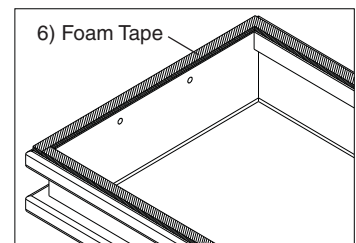

Fig 6
7. Replace wireway cover under tabs on one side of fixture housing. Make sure wires are not pinched between fixture housing and wireway cover. Secure ends of wireway cover with screws (4).
8. To install Foam Tape(6), place Diffuser Frame (5) on flat surface with diffuser side down. Peel backing from tape (6) to expose adhesive. Start applying tape at corner and proceed around perimeter of frame (5). Cut off any excess material- **See Fig.6**
7. Vuelva a colocar la cubierta de cable en fichas en un lado del cuerpo del aparato. Haga cables no esten apretados entre la caja del accesorio y la cubierta de cable. Asegure los extremos de la cubierta de cable con los tornillos (4).
8. Para instalar la cinta de espuma (6), coloque el marco del difusor (5) sobre una superficie plana con el difusor hacia abajo. Despegue la parte posterior de la cinta (6) para exponer el adhesivo. Empiece a aplicar la cinta en la esquina y proceda alrededor del perímetro del marco (5). Corte todo el material excedente, **Vea Fig 6.**
7. Remplacez le couvercle de chemin de câbles dans des onglets sur un côté du boîtier du luminaire. Faire que les fils ne sont pas coincés entre le boîtier de fixation et le couvercle chemin de câbles. Assurer les extrémités de la couverture chemin de câbles avec des vis (4).
8. Pour installer la bande mousse (6), placer le cadre diffuseur (5) sur une surface plane, côté diffuseur vers le bas. Retirer la pellicule de la bande (6) de manière à exposer l'adhésif. Appliquer la bande en commençant par un coin et continuer en appliquant la bande sur le pourtour du cadre (5). Couper l'excédent. **Voir Fig 6**